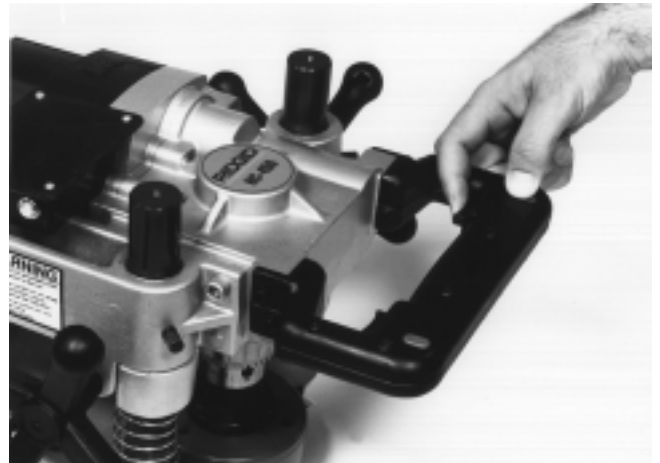

Figure 8 – Interrupteurs de verrouillage du modèle HC-450
1. La HC-450 est activée en appuyant sur un des interrupteurs de verrouillage situés dans la poignée de manutention avant (*Figure 8*).